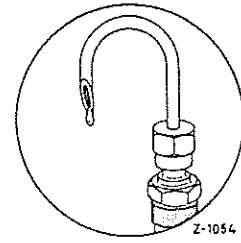

Fig.00-5/5
5. Sluit het brandstofreservoir (7) aan op de brandstofpomp, vul het met schone brandstof en draai de afsluitkraan open (fig.00-5/6). Er stroomt nu brandstof uit het overlooppijpje (fig.00-5/3).